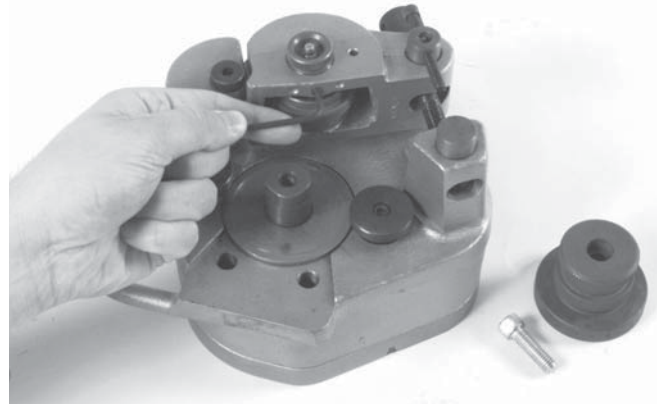

Рисунок 9 – Ослабление установочного винта в рабочем рычаге
5. С помощью шестигранного ключа 1/8 ослабьте установочный винт в рабочем рычаге и вытащите вал накаточного ролика (рисунок 9).